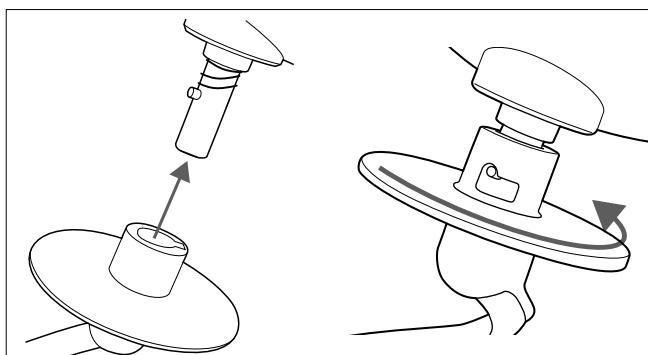

Fig. 11 – Fijar y bloquear el accesorio para batir
2. Introduzca el accesorio para batir que deseé (gancho de amasar, agitador plano o batidor) en la máquina, tal como se muestra (véase Fig. 11).